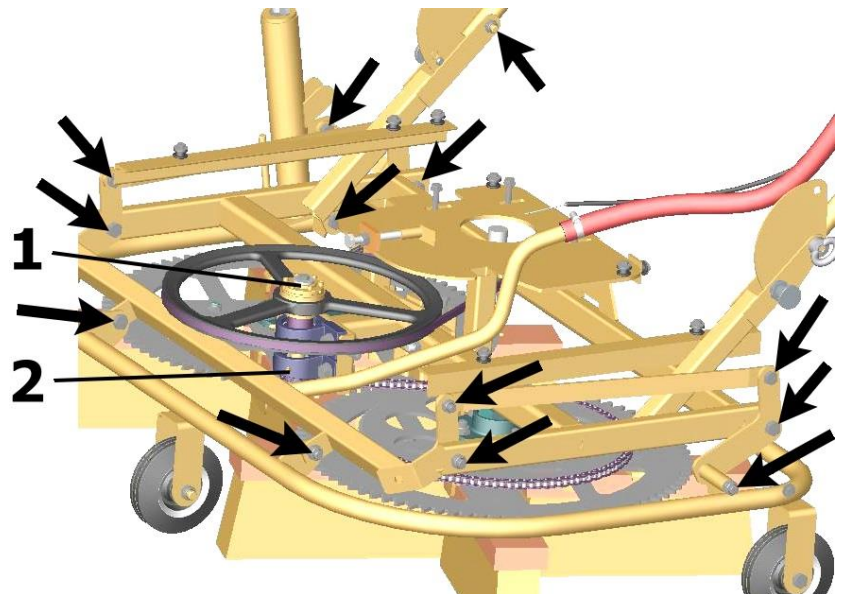

Bild 2
- **Dra inte åt fästskruvarna för hårt på rörliga delar.** (Se pilar ↘ ↙ i bild 2)
Säkerhetskopplingen (se pos. (1) i Bild 2) fungerar som överlastsäkring och ska dras åt vid störningar (säkerhetskopplingen spinner (1) under drift) (se medföljande monteringsanvisning RUFLEX).
Fyll på fett i säkerhetskopplingen via smörjnippeln (se pos. (2) i Bild 2).